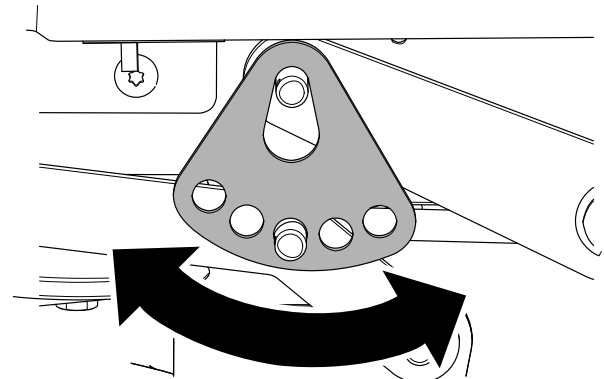

図 71
- 刈高プレートを取り付けた時にプレートがデッキの重量を支えるように、プレート別の穴にセットする **図 71**。
- ワッシャとヘアピンコッターを取り付ける **図 71**。